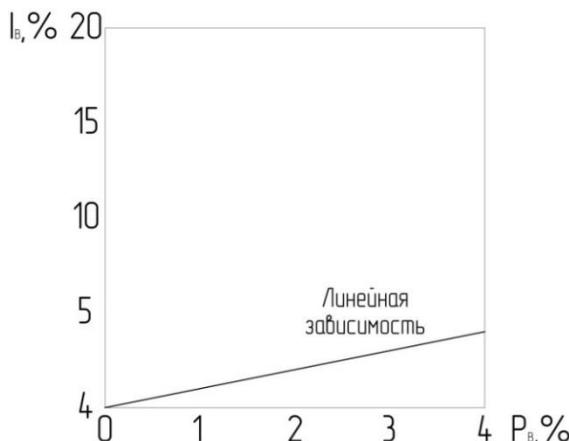

Рисунок 31 – График «ЛИН»
- При помощи кнопок «↑» и «↓» выбрать один из режимов выходного сигнала: «ЛИН» – пропорционально дифференциальному давлению (рисунок 31 и 32);